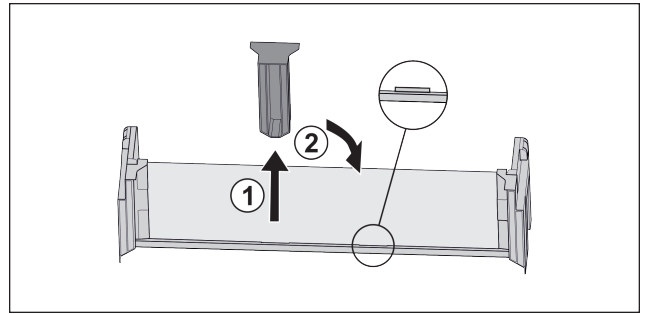

Fig. 54 \*
- ▶ Middelste vasthoudeel lostrekken Fig. 54 (1).\*
- ▶ Middelste vasthoudeel in tweede positie inzetten Fig. 54 (2).\*